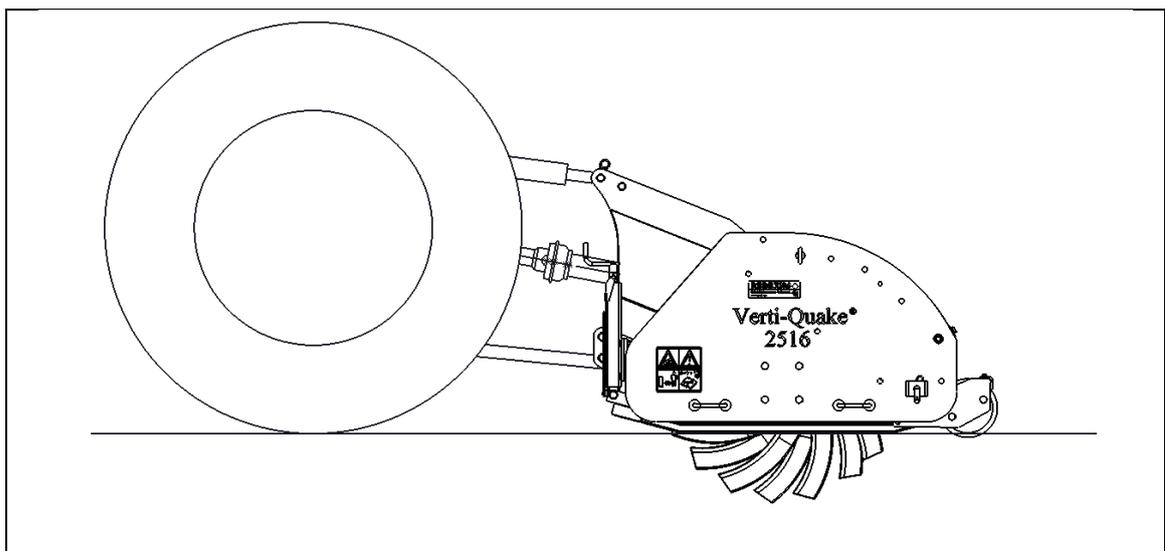

Fig 12
**👉 Ajuster la barre supérieur de façon que la partie arrière des pieds de remorquage soient parallèle à la base. Ceci diminue la pression de la machine sur la base et évite des dommages à la base. (fig. 12)**